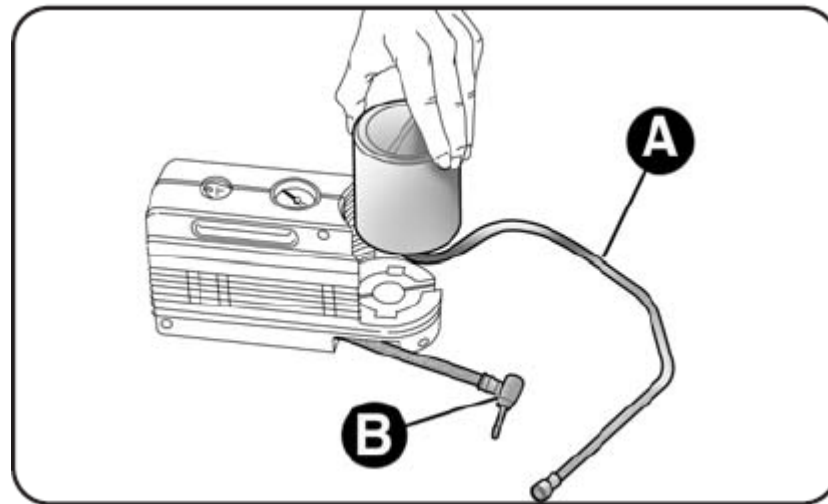

Рис.20
- отсоединить соединение **A** - рис.20 и отсоедините заливную трубу **B**;